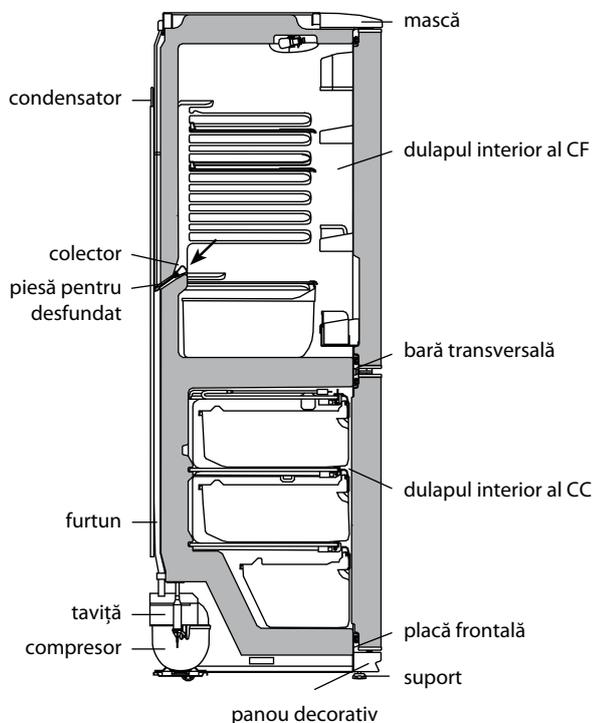

Figura 4 – Schema scurgerii apei rezultate în urma topirii din CF
**2.2.1** În CF se folosește un sistem automat de dezghețare. Bruma, care apare pe perețele din spate al CF, după deconectarea compresorului care lucrează în ciclu, se topește și se transformă în picături de apă. Picăturile de apă rezultată în urma topirii se scurg în colector, apoi prin gaura acestuia și prin furtun – în tavița de pe compresor, în conformitate cu figura 4 și se evaporă. Gaura colectorului este dotată cu o piesă pentru prevenirea înfundării sistemului de drenaj.
Prezența apei în colector indică înfundarea sistemului de drenaj. Pentru eliminarea înfundării folosiți piesa corespunzătoare și curățați gaura colectorului, astfel ca apa să se scurgă liber în taviță, apoi spălați piesa și instalați-o în conformitate cu figura 4.
**SE INTERZICE** să utilizați frigiderul cu sistemul de scurgere înfundat. Apa care a apărut pe fundul CF sau care a ajuns în locul de alăturare a barei transversale și a dulapului interior al CF, în conformitate cu figura 4, poate provoca coroziunea dulapului exterior al frigiderului și elementelor agregatului frigorific, defectarea izolației termice, formarea crăpăturilor dulapului interior și defecțiunea frigiderului.
**SE INTERZICE** să decongețați congelatorul fără utilizarea elementului pentru drenare. Apa rezultată în urma topirii care se scurge din camera afară de elementul pentru drenare, pătrunzând în locul de alăturare a plăcii frontale la dulapul interior în conformitate cu figura 4, poate provoca coroziunea dulapului exterior al congelatorului și a elementelor